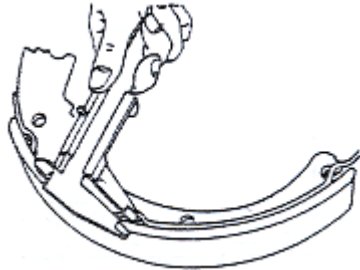

Рис. 2-23
(2) Проведите визуальный осмотр головки поршня на отсутствие повреждений и деформаций. Замените головку поршня в случае обнаружения каких-либо отклонений.
(3) Измерьте длину пружины тормозного цилиндра в свободном состоянии. Замените ее, в случае превышения допустимого уровня.
(4) Измерьте толщину фрикционных накладок. Замените их, если износ превышает допустимый предел. См. Рис. 2-23. Стандартная толщина: 8.0мм; Минимальная толщина: 2.0мм.
(5) Проведите визуальный осмотр внутренней поверхности тормозного барабана на наличие повреждений и неравномерного износа. Затем по мере необходимости отшлифуйте тормозной барабан, либо замените, если он не может быть исправлен.